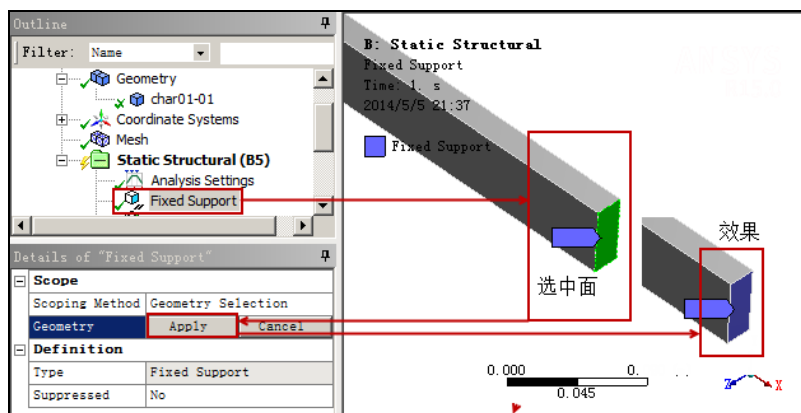

图 1-42 施加固定约束
- 步骤 03** 选中 Fixed Support 选项, 选择需要施加固定约束的面, 单击 Details of “Fixed Support” (参数列表) 中 Geometry 选项下的 **Apply** 按钮, 即可在选中面上施加固定约束, 如图 1-42 所示。